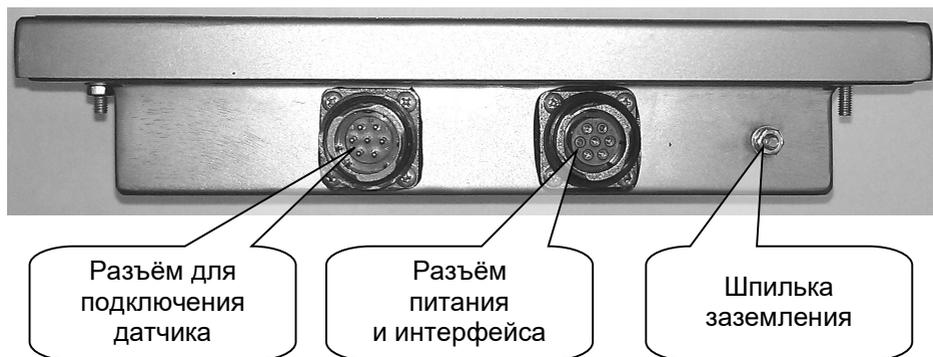
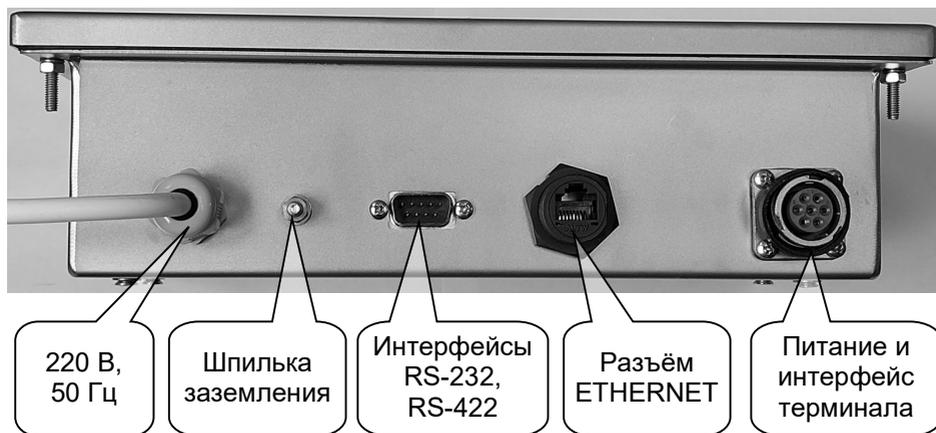

Рис. 8.2. Внешний вид ВТ Преобразователя со стороны панели разъёмов.
Рис. 8.4. Внешний вид БПА Преобразователя со стороны панели разъёмов и гермовводов.
На Рис. 8.2 изображён внешний вид ВТ Преобразователя со стороны панели разъёмов.
На Рис. 8.4 изображён внешний вид БПА Преобразователя со стороны панели разъёмов и гермовводов.
9.5. Подключить кабель от грузоприёмного устройства весоизмерительной системы к разъёму для подключения датчика весоизмерительного ТВИ-025ВТ (см. Рис. 8.2 на стр. 16).
9.6. Если предполагается связь Преобразователя с внешними устройствами, расположенными в БЕЗОПАСНОЙ зоне, подключите интерфейсные кабели к разъёму ETHERNET или к разъёму интерфейсов RS-232/RS-422 (см. Рис. 8.4 на стр. 18).
9.7. Подключите ТВИ-025ВТ и ТВИ-025БПА к цепям заземления через соответствующие шпильки (см. Рис. 8.2, стр. 16 и Рис. 8.4, стр. 18).
9.8. Подключите грузоприёмное устройство весоизмерительной системы к цепи заземления и соедините его с заземляющей шпилькой ТВИ-025ВТ (см. Рис. 8.2, стр. 16).